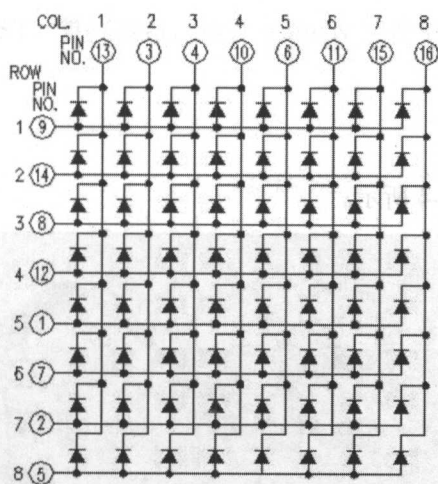

图 6-2 8×8 LED 点阵屏
如图 6-2 所示, LED 点阵后面有两排针脚, 一排以 1 开头, 即 1~8 针脚, 一排以 9 开头, 即 9~16 针脚, 图中⑨、⑭、⑧、⑫、①、⑦、②、⑤为针脚对应的数字。当 ROW 的⑨、⑭、⑧、⑫、①、⑦、②、⑤为高电平, COL PIN NO. 为低电平的时候, LED 灯即全部被点亮, 为了方便操作行和列, 可以将 ROW 的 8 个引脚接到 PyBox 的 X1~X8, COL 的 8 个引脚接到 PyBox 的 Y1~Y8, 这样就可以通过控制 X 引脚、Y 引脚来决定点亮哪个灯、熄灭哪个灯, 并且想显示任何字符都没有问题, 快来试试吧。
如图 6-2 所示, X1~X8 引脚接点阵屏的数字 1~8 针脚, Y1~Y8 引脚接点阵屏的数字 9~16 针脚。点阵屏上面两排针脚, 一排以 1 标注, 表示依次是 1~8, 同理另外一排是 9~16。